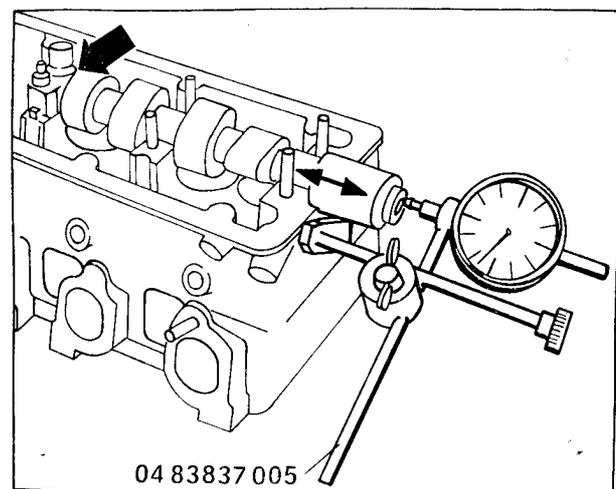

Bild M 27. Axialspiel der Nockenwelle
- (1) Kombischrauben ( $Mt = 40 \text{ Nm}$ )
- (2) Sechskantmutter ( $Mt = 6 \text{ Nm} + 1/4 \text{ Umdrehung}$ )
- (3) Lagerdeckel
- (4) Nockenwelle
- Axialspiel überprüfen (siehe Bild M 27)